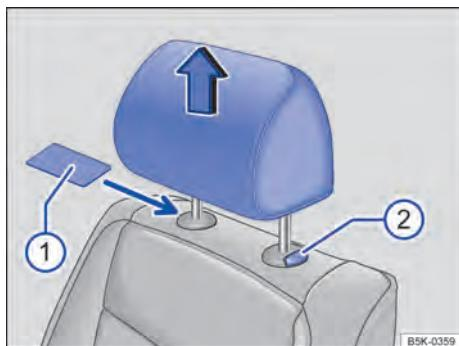

Fig. 43 Desinstalar o apoio para cabeça dianteiro ou traseiro.
- Empurrar o apoio para cabeça totalmente para cima **► ①** em *Ajustar o apoio para cabeça* na página 64.
- Se necessário, empurrar um objeto plano, por exemplo, um cartão de plástico, entre o revestimento do encosto do banco e a capa de cobertura da barra guia do apoio para cabeça **► Fig. 43 ②** para destravar.
- Retirar o apoio para cabeça com o botão **②** pressionado.